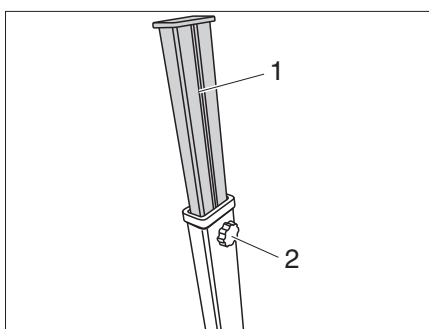

Bild 34 Tischfüße verstellen
- Sternschraube (Bild 34,2) des jeweiligen Tischfußes öffnen und Verlängerung (Bild 34,1) ausziehen.
- Bei Erreichen der gewünschten Verlängerung Sternschraube (Bild 34,2) anziehen.
- Verlängerung (Bild 34,1) bei allen Tischfüßen einschieben und mit Sternschraube (Bild 34,2) sichern.